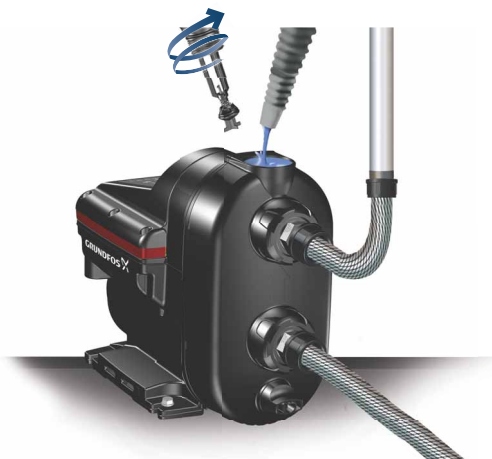

Fig. 9 Spædning af pumpen
1. Skru spædeproppen ud og hæld mindst 1,7 liter (0,45 gallon) vand ind i pumpehuset. Se fig. 9.